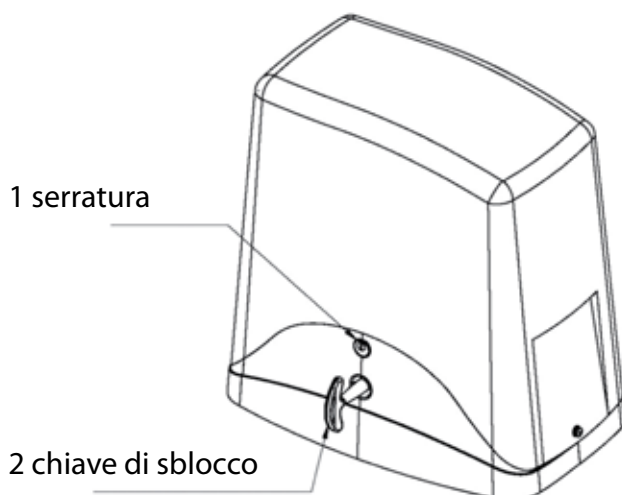

fig.3
1. Inserire la chiave in dotazione nella posizione 1 serratura e ruotare di 90° in senso antiorario (fig.3)
2. Inserire la chiave di sblocco nella posizione 2 e ruotare in senso orario fino al completo sblocco del pignone (fig.3).
Per una corretta installazione della cremagliera sbloccare il motoriduttore nel modo indicato nella (fig.3) e portare il cancello in completa apertura.